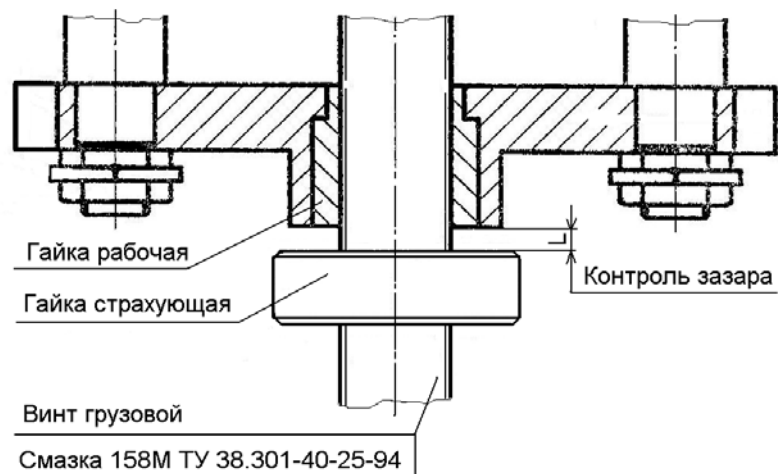

Рис. 6. Карта смазки подъемника П263
- проверить наличие смазки в упорных подшипниках и на грузовых винтах, при необходимости – смазать (см. Рис. 6).
- проверить зазоры L (см. выноски III на рис.6) между страхующей и рабочей гайками на стойках (см. п. 5.14). Результаты замеров зафиксировать в таблице № 2.
- произвести смазку стоек подъемника в соответствии с картой смазки (см. Рис. 6).